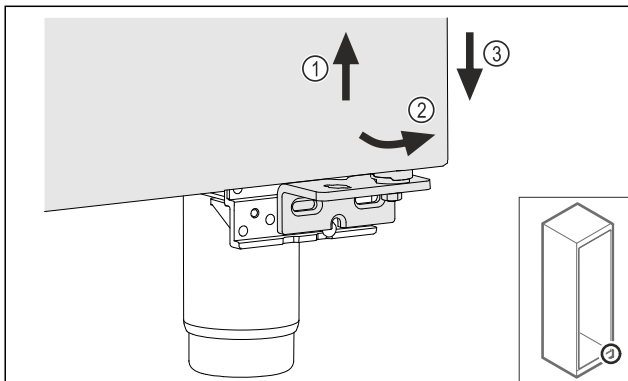

Fig. 16
- ▶ Немного приподнимите дверь Fig. 16 (1), наклоните снизу вперед Fig. 16 (2) и опустите Fig. 16 (3).